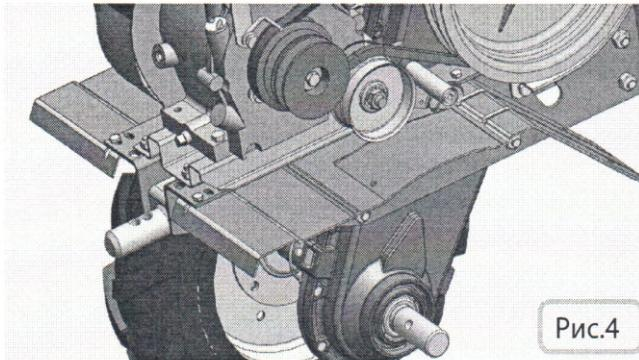

Рис.4
2. Снять левое колесо мотоблока (рис.4 ).